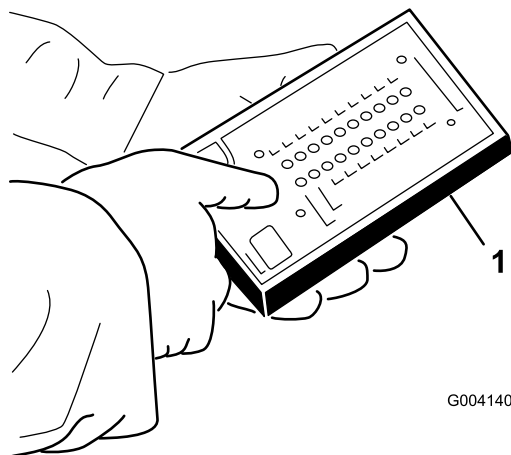

図 38
5. ハーネスのコネクタ図 38 に ACE テスターを接続する